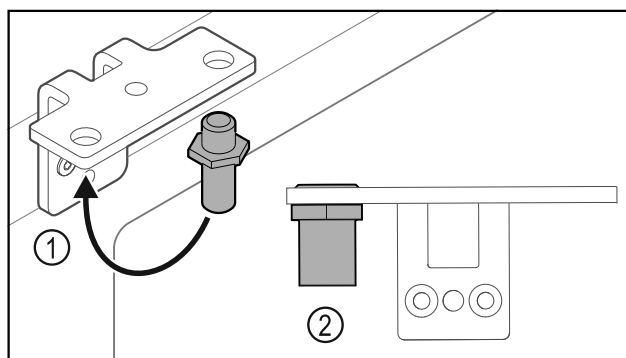

Fig. 24
- Perkelkite kaištį Fig. 24 (1) šarnyriniame kamputyje.
- Priveržkite kaištį Fig. 24 (2) **12 Nm** sukimo momentu.